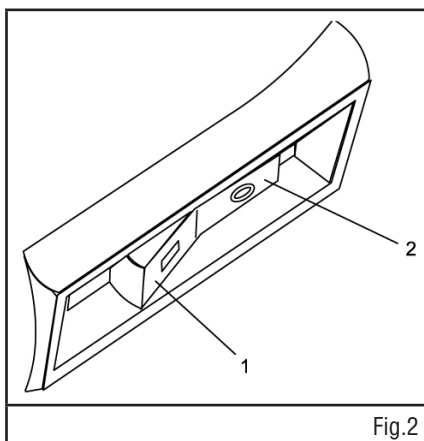

Fig.2
Pour placer l'interrupteur à la position ON (marche), appuyez sur la partie inférieure de l'interrupteur de MARCHE/ARRÊT (1) (voir la figure 2). Pour placer l'interrupteur à la position OFF (arrêt), appuyez sur la partie supérieure de l'interrupteur de MARCHE/ARRÊT (2).